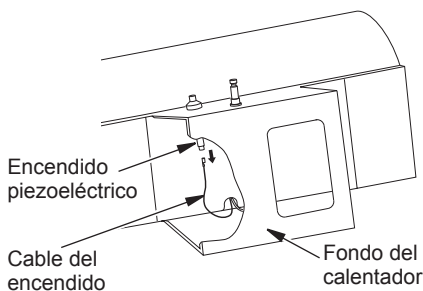

Figura 10 - Extracción del cable del encendedor del encendido piezoeléctrico
2. Quite del encendido piezoeléctrico el cable negro de encendido. Acceda al cable del encendido por el fondo de la base del calentador (consulte la figura 10). Empuje el cable hacia arriba y a través de la muesca en el panel de relleno.